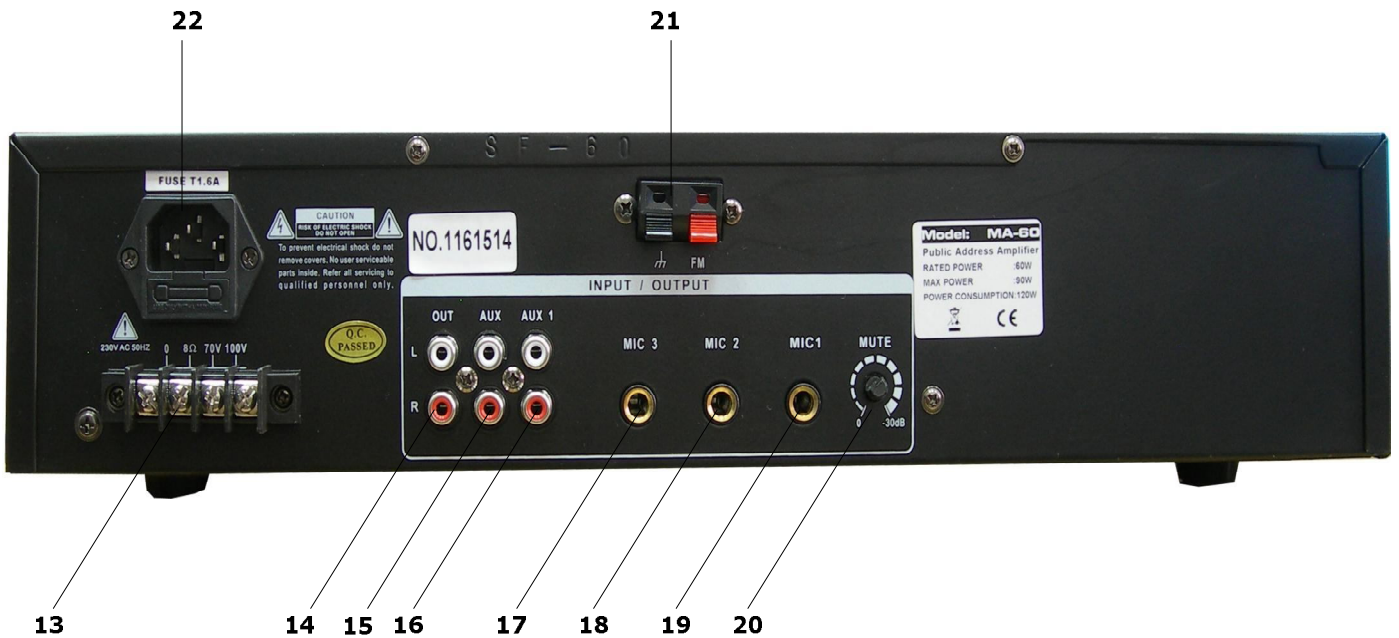
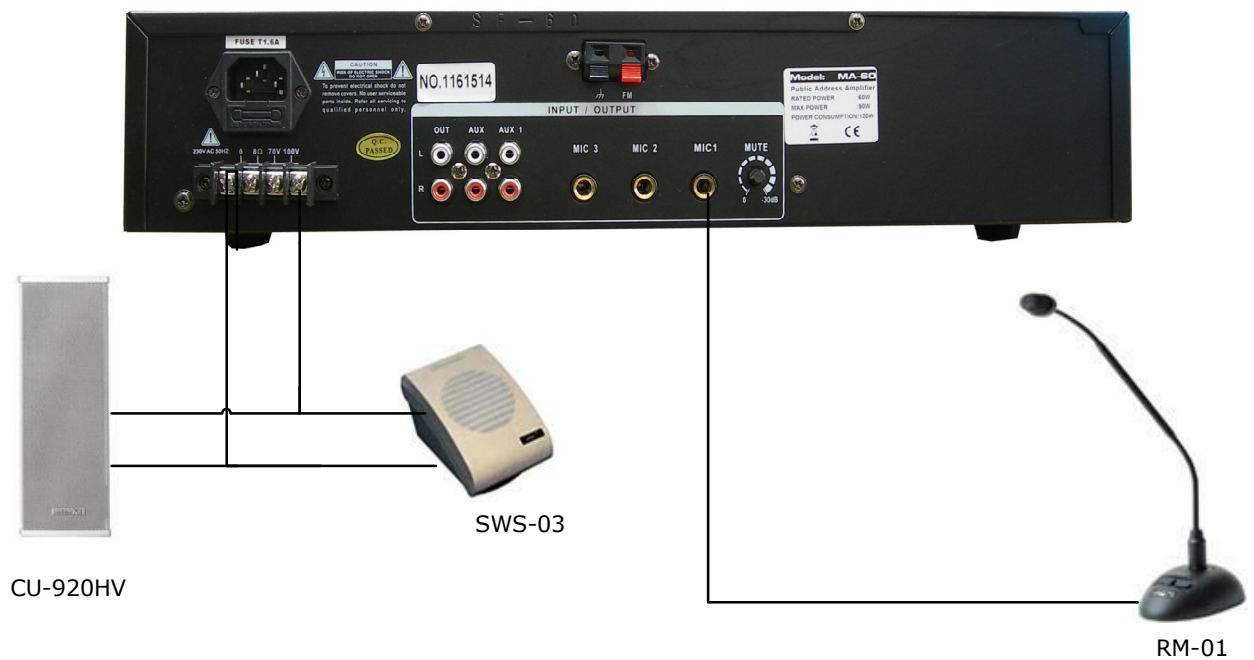

Рисунок 1. Внешний вид и органы управления усилителя
Рисунок 5. Схема соединений
4.2 Произведите подключение линий и микрофона к усилителю согласно схеме соединений (Рис. 5).). Микрофон к усилителю подключается входящим в комплект кабелем, который подключается к **МІС 1** (рис.1.поз.19)
4.3 Поставьте регуляторы на передней панели усилителя в среднее положение, включите вилку шнура питания в сеть и нажмите выключатель питания POWER(Рис. 1, поз.10). Должен загореться индикатор наличия питания.
4.4 Нажмите на микрофоне кнопку TALK и удерживая ее, дайте объявление. С помощью регулятора MIC 1 (Рис.1,поз.2) установите требуемый уровень громкости, не вызывающий перегрузки усилителя (на индикаторе выходной мощности не должен загораться красный свет).
4.6 Отрегулируйте уровень приглушения трансляции радиопрограммы при включении микрофона с помощью регулятора MUTE (Рис.1, поз.20, одновременно вращая регулятор и давая объявление через микрофон.